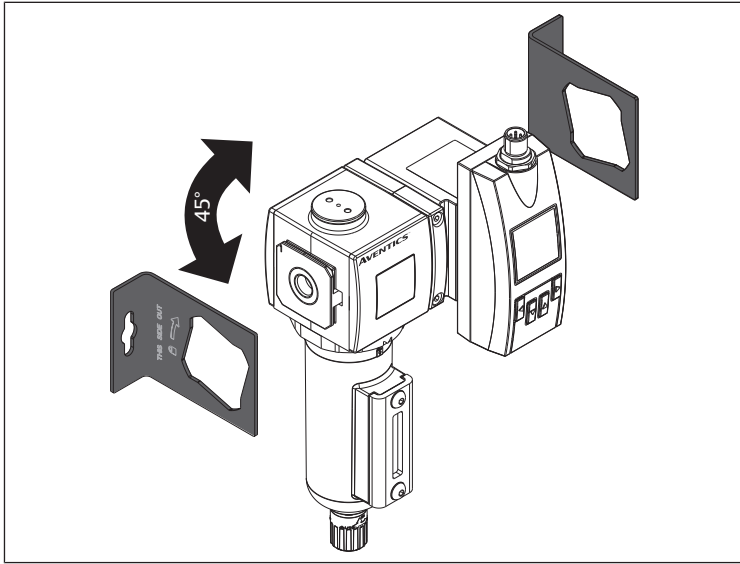

Abb. 6: Montage mit Befestigungswinkel
2. Produkt mit einem Befestigungswinkel montieren. Siehe → Abb. 6.